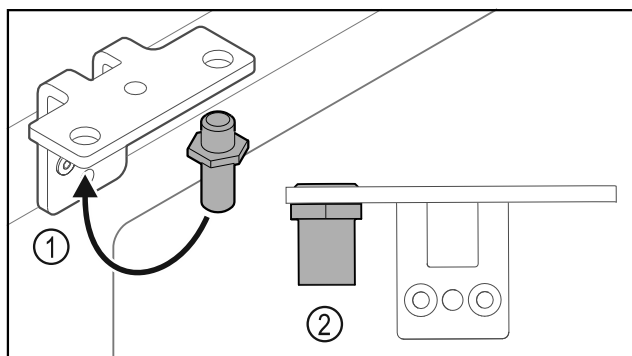

Fig. 37
- Flytta bulten Fig. 37 (1) i gångjärnsfästet.
- Dra åt bulten Fig. 37 (2) med ett **vridmoment på 12 Nm**.